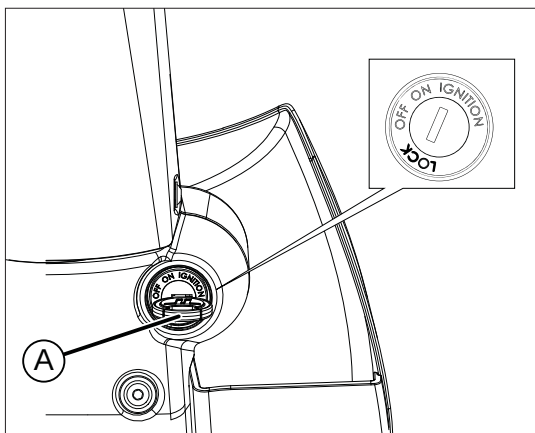

fig. 6
- empuje y gire la llave A fig. 6 hacia la izquierda en la posición LOCK;